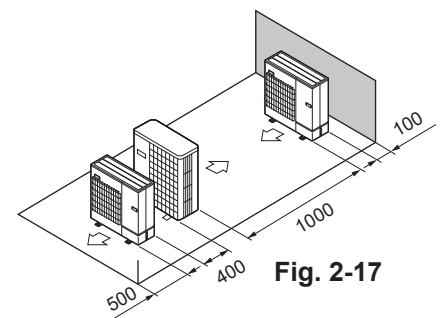

Fig. 2-17
- (5) Plassering av enkel parallellenhet (Fig. 2-17)